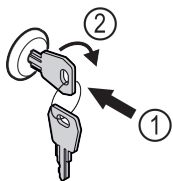

Fig. 123
- Πιέστε μέσα το κλειδί. Fig. 123 (1)
- Περιστρέψτε το κλειδί 90° δεξιόστροφα. Fig. 123 (2)